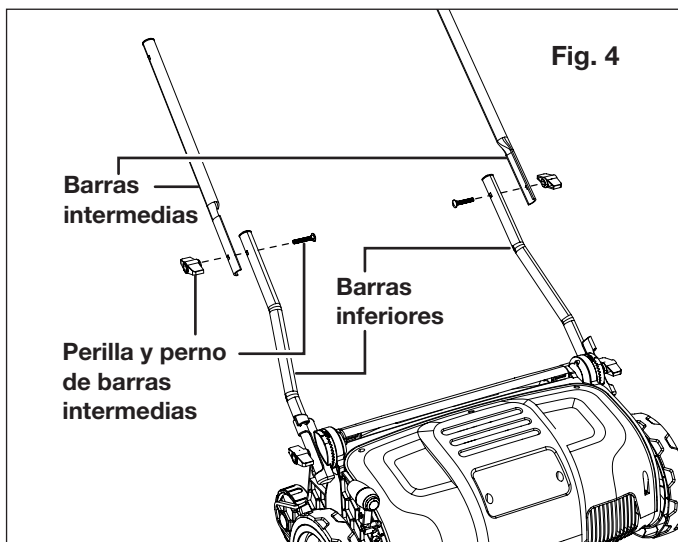

Fig. 4
3. Asegure las dos barras intermedias a las barras inferiores usando un juego de pernos y perillas. Apriete las perillas en ambos lados para garantizar un ajuste seguro (Fig. 4).